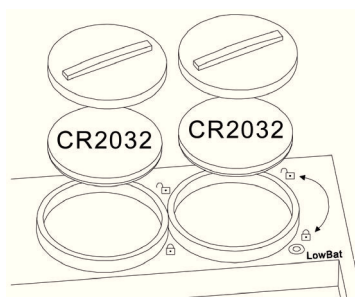

Рис. 9
7.11 Замена батареи (рис. 9). Помимо солнечной батареи для питания светофильтра АСФ применяются литиевые батареи CR2032 (2 шт.) в качестве резервного источника питания. Батареи могут работать ≈ 5000 часов.